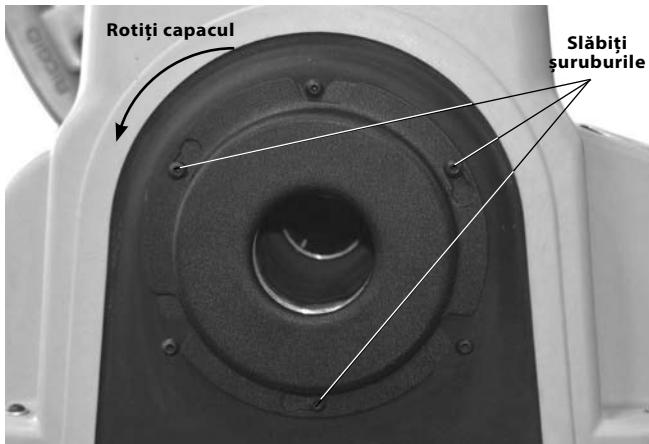

Figura 25A – Îndepărtarea capacului din spate
- a. Asigurați-vă că intrerupătorul REV/OFF/FOR (2/0/1) (înapoi/Oprit/înainte) este în poziția OFF (0) (oprit) și cablul este scos din priză.
- b. Scoateți capacul spate. Slăbiți șuruburile capacului și rotiți capacul pentru demontare (Figura 25A).